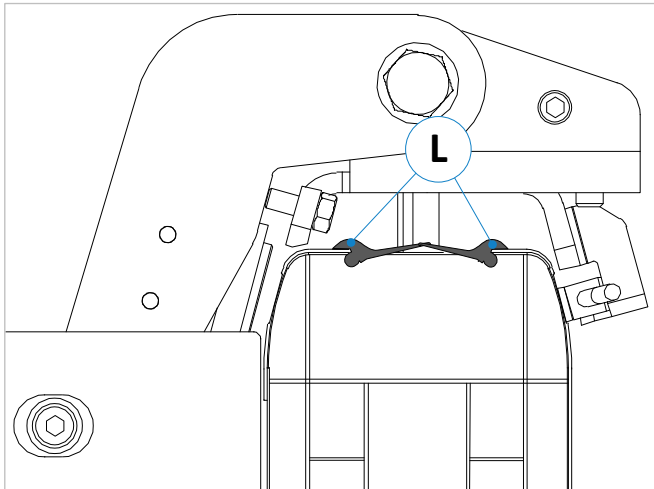

Abbildung 9: Gummidichtungen anbringen
2. Dann die beiden Dichtungslippen (L) von der Profil-Stirnseite aus aufschieben (siehe ⇒ Abbildung 9). **Hinweis:** Bei Schwergängigkeit die Dichtungslippen mit etwas Silikon Spray oder Spülmittel benetzen, um die Dichtungen etwas gleitfähiger zu machen. **Bitte beachten:** Hierfür keinesfalls Öl, Fett oder aggressive Mittel verwenden!